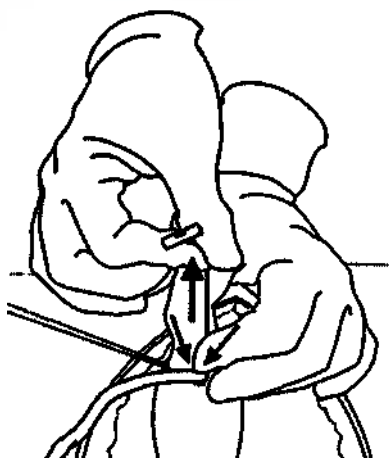

Рисунок 20.
- 9.5. Стержень закупорки необходимо удерживать непосредственно возле регулятора крепления; осторожно потянуть за стержень закупорки, чтобы распустить и извлечь проксимальную закупорку HEARTSTRING III (рисунок 20). Необходимо непрерывно контролировать степень сопротивления, которое ощущается при извлечении проксимальной закупорки HEARTSTRING III.